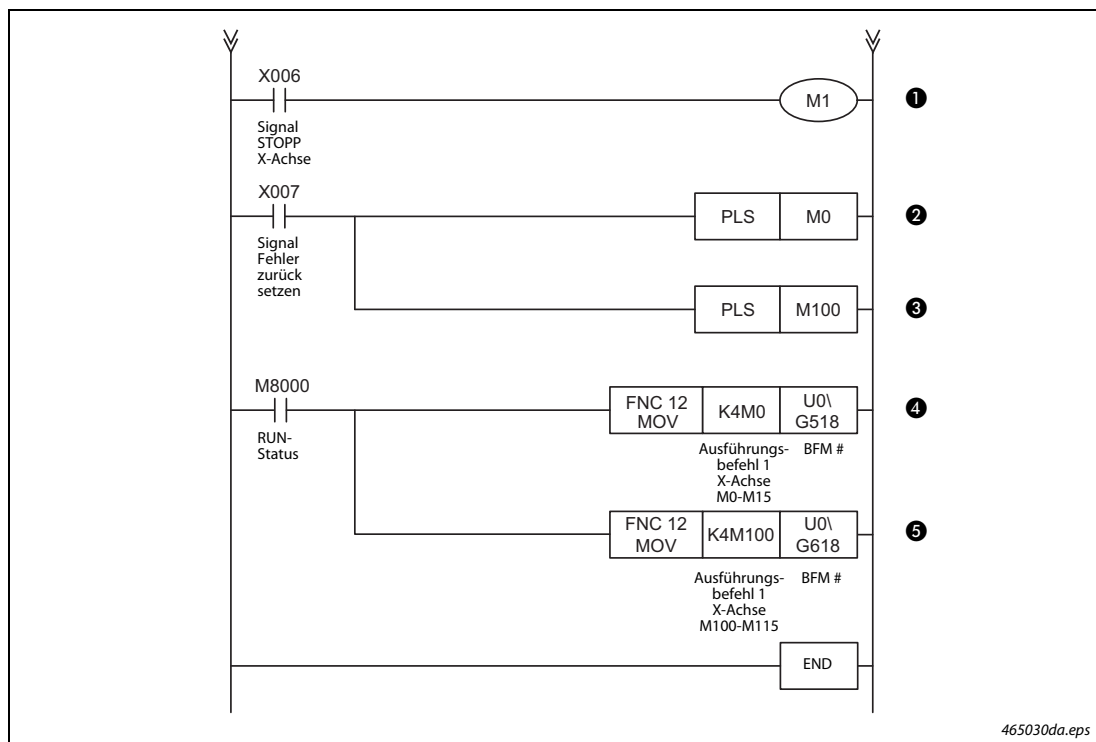

Fig. 4-40: Kontaktplan des Programmbeispiels (3)
③	Abfrage des Eingangs X002 zur Ausführung des JOG(-)-Betriebs für die X-Achse (Linkslauf).
④	Bei aktiviertem Eingang X003 wird die Nullpunktfahrt der X-Achse ausgeführt.
⑤	Bei aktiviertem Eingang X003 wird die Nullpunktfahrt der Y-Achse ausgeführt.
⑥	Für die X-Achse wird die 1-Geschwindigkeitspositionierung eingestellt. [H1 → #520]
⑦	Für die X-Achse wird die Zieladresse 1 eingestellt. [K10000000 → #501, #500]
⑦	Für die X-Achse wird die Verfahrgeschwindigkeit 1 eingestellt. [K2000000 → #503, #502]
⑨	Einstellung der relativen Positionierung.
⑩	Einstellung der simultanen XY-Tabellenfunktion. [H400 → #520]
⑪	Einstellung der Startzeilennummer der XY-Tabelle. [K0 → #521]
⑫	Mit Einschalten der Eingänge X004 oder X005 wird die Positionierung gestartet.
Tab. 4-27: Beschreibung des Kontaktplans in Abb. 4-40 (2)
①	Abfrage des Eingangs X006 zum Stoppen des Betriebs.
②	Abfrage des Eingangs X007 zum Rücksetzen des X-Achsenfehlers.
③	Abfrage des Eingangs X007 zum Rücksetzen des Y-Achsenfehlers.
④	Der Ausführungsbefehl 1 für die X-Achse wird übertragen. [K4M0 → #518]
⑤	Der Ausführungsbefehl 1 für die Y-Achse wird übertragen. [K4M100 → #618]
Tab. 4-27: Beschreibung des Kontaktplans in Abb. 4-40 (3)